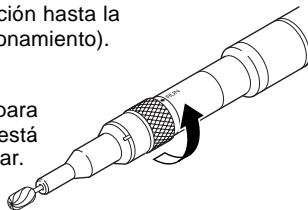

Figura 3. Accesorio de corte fijado en su lugar
- 2.3 Gire el cuello de fijación hasta la posición RUN (funcionamiento). Véase la figura 3.